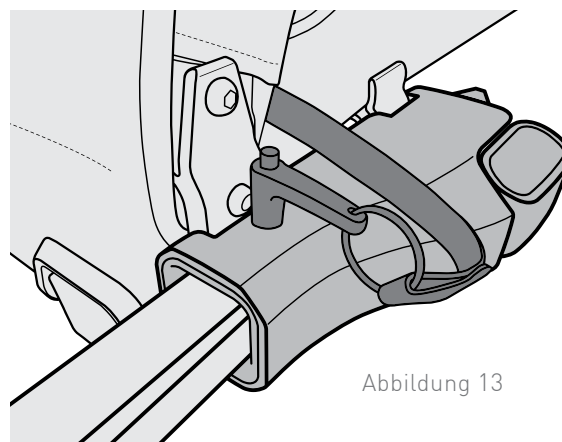

Abbildung 13
4. Drücken Sie den Knopf oben auf dem Zweit-Sicherungsstift und führen Sie ihn in die übereinander liegenden Löcher durch den Schnellaufnahme und die Zugstange (Abbildung 13).